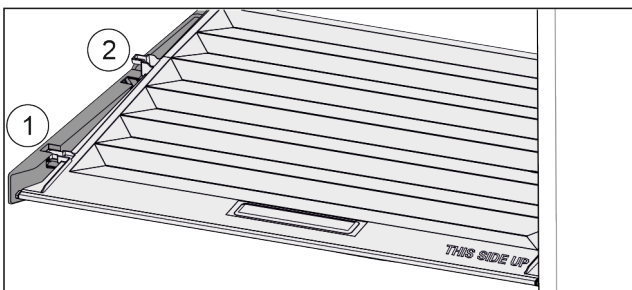

Fig. 71
- ▶ Deckel bis zur Öffnung in den Halteteilen nach vorne ziehen Fig. 71 (1).
- ▶ Hinten von unten anheben und nach oben wegnehmen Fig. 71 (2).